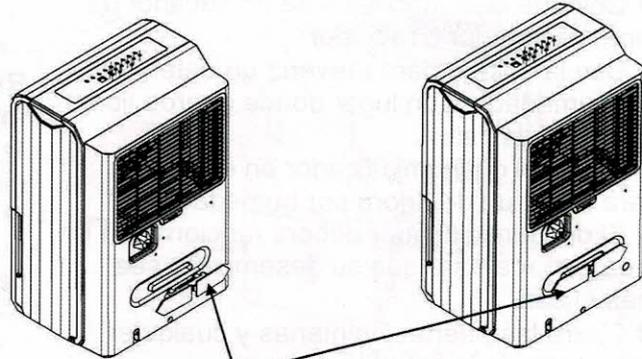

Figura 3a
- 4 Soporte del Cable de Corriente (colocado en el depósito de agua, se usa solo cuando se guarda la unidad, y se instala como se muestra en la Figura 3a)